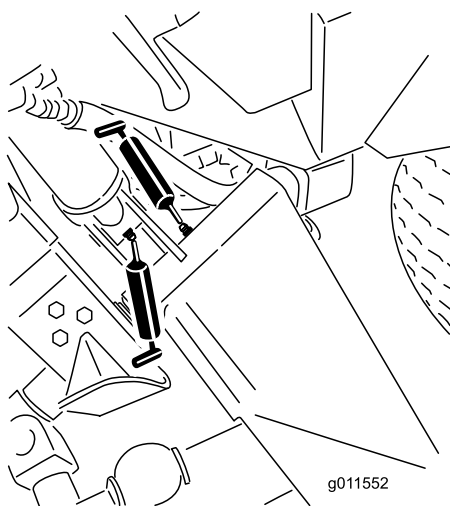
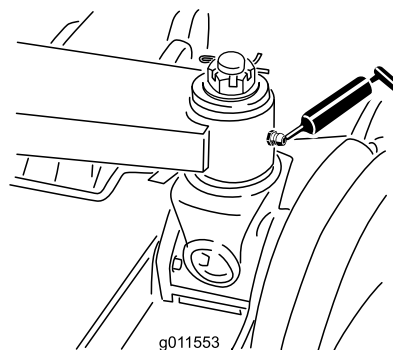

Рисунок 46
Рисунок 47
- Втулки главных подъемных рычагов (6 шт.) (Рисунок 46и Рисунок 47)